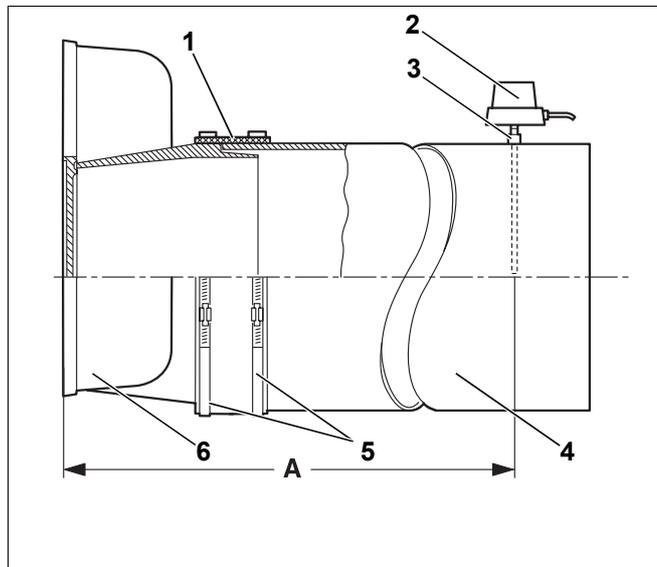

Bild 59 Abgasrohr montieren
Wir empfehlen Ihnen, eine Abgasrohr-Abdichtmanschette (Bild 59, **Pos. 1**) zu verwenden.
- ▶ Abgasrohr (Bild 59, **Pos. 4**) bis zum Anschlag auf den Stutzen des Abgassammlers (Bild 59, **Pos. 6**) stecken.
- ▶ Abgasrohr-Abdichtmanschette (Bild 59, **Pos. 1**) oben überlappend um das Abgasrohr (Bild 59, **Pos. 4**) und den Stutzen des Abgassammlers (Bild 59, **Pos. 6**) legen.
- ▶ Schneckengewindeschellen (Bild 59, **Pos. 5**) über die Abgasrohr-Abdichtmanschette (Bild 59, **Pos. 1**) legen. Eine der Schneckengewindeschellen (Bild 59, **Pos. 5**) auf den Stutzen des Abgassammlers (Bild 59, **Pos. 6**) und eine auf das Abgasrohr (Bild 59, **Pos. 4**) drücken.
- ▶ Schneckengewindeschellen (Bild 59, **Pos. 5**) anziehen. Die Abgasrohr-Abdichtmanschette (Bild 59, **Pos. 1**) muss glatt und eng anliegen.
- ▶ Muffe (Bild 59, **Pos. 3**) in einem Abstand von  $2 \times$  Abgasrohrdurchmesser (A) von dem Abgassammler (Bild 59, **Pos. 6**) entfernt in das Abgasrohr (Bild 59, **Pos. 4**) einschweißen.
- ▶ Abgastemperaturfühler (Bild 59, **Pos. 2**) entsprechend gesonderter Montageanweisung montieren.